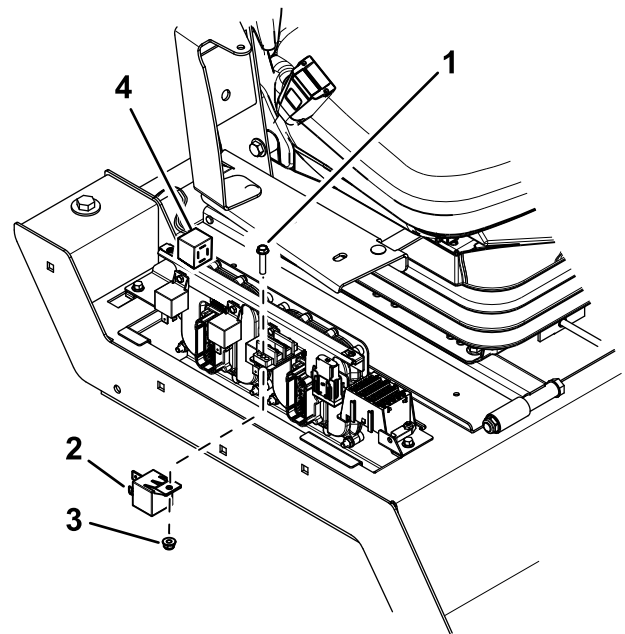

Figura 25
- Instale el relé con 2 tornillos (N.º 10 x 7/8") y tuercas (N.º 10) tal y como se muestra en la Figura 25.